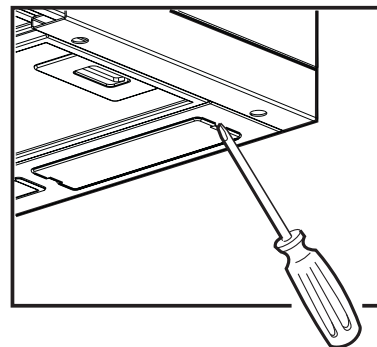

Fig. 2
3. Använd två skruvar för att sätta fast fläktkåpens framsida (Fig. 2 - en skruv per sida).
2. Bänd med en liten skruvmejsel eller ett annat verktyg av lämplig typ och ta ut lampskyddet (**Fig. 2**).